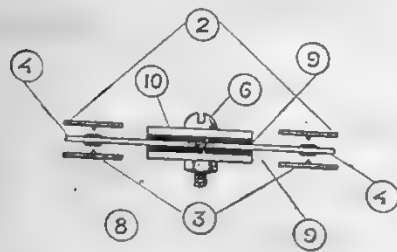

Рис. 6
крепления к нему контактных пластин (4), имеющих с обеих сторон плоские контакты с припаянными к ним проводниками. Крепление производится так (рис. 6): вставляют в имеющееся отверстие болтики (8) с надетой на него резиновой трубкой, накладывают две целлулоидные прокладки (9) и третья сверху — латунную (10) толщиной 3 мм.